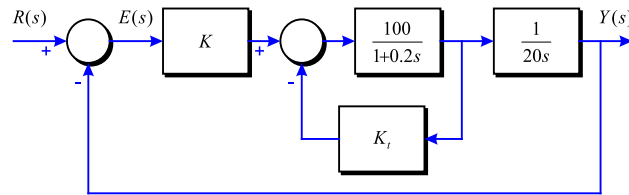

Figura 2-1
1. Per al sistema de control de la Figura 2-1.